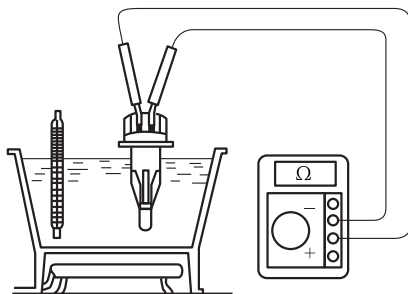

图 2-12 用热水加热进气温度传感器
(1) 单体检测 关闭点火开关，拔下进气温度传感器插接器插头，拆下进气温度传感器。用电吹风机吹或用热水加热进气温度传感器，并用万用表电阻档测量在不同温度下进气温度传感器的电阻值，如图 2-12 所示。其电阻值随温度的变化应与冷却液温度传感器相似，如果电阻值不在规定范围内，则应更换进气温度传感器。